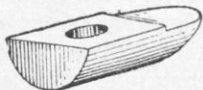

Рис. 12.
**Амортизатор затвора** (рис. 12) принимает на себя удары затвора при отходе его в крайнее заднее положение, этим самым предохраняет затвор и затворную коробку. Он имеет **отверстие** для прохода направляющего стержня с возвратно-боевой пружиной и **вырез** для шпильки защёлки ствольной коробки.